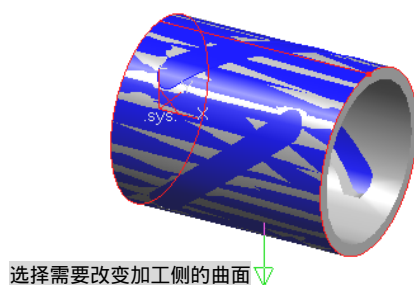

图 8-228 改变加工侧的曲面
8) 单击鼠标左键选择顺时针方向为走刀方向。系统又弹出提示“选择需要改变加工侧的曲面”，注意要保证加工侧的箭头指向圆柱表面的外侧，如图 8-228 所示。